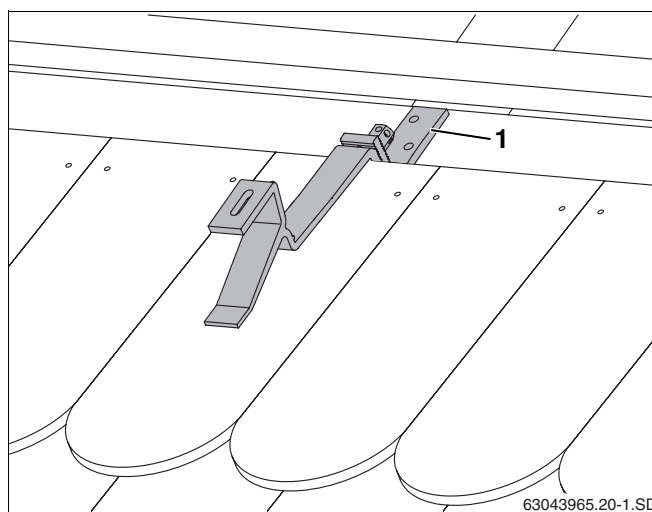

Fig. 18 Crochet de fixation monté
- ▶ Glisser la partie inférieure du crochet vers le bas jusqu'à ce qu'elle repose sur le chevron ou sur la planche/le madrier (fig. 18, **pos. 1**).